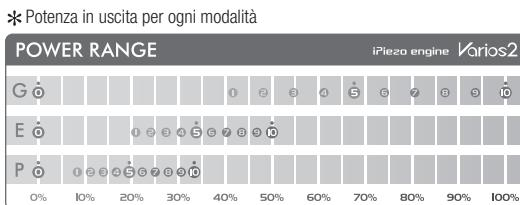

Fig.16
- 1) Selezionare la modalità di funzionamento desiderata con gli appositi tasti situati sul pannello frontale. La spia corrispondente alla modalità selezionata si illuminerà. (Fig. 16)